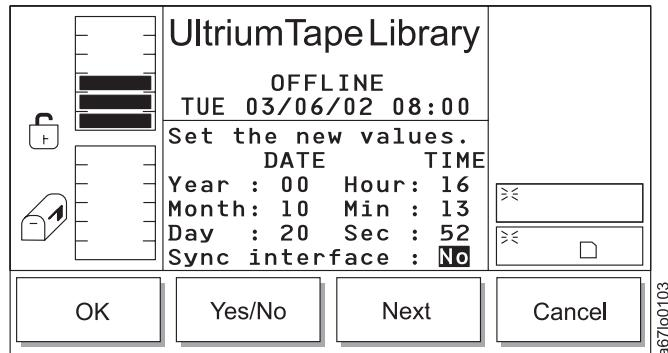

Abbildung 150. Synchronisationsdialog
- Wird **Next** ausgewählt, wird das nächste Feld in der Liste zum aktiven Feld. Ist das nächste Feld das letzte Feld, erscheint der Synchronisationsdialog (siehe Abb. 150 auf Seite 166)
Tabelle 99. Übersetzung von Abb. 150, Synchronisationsdialog